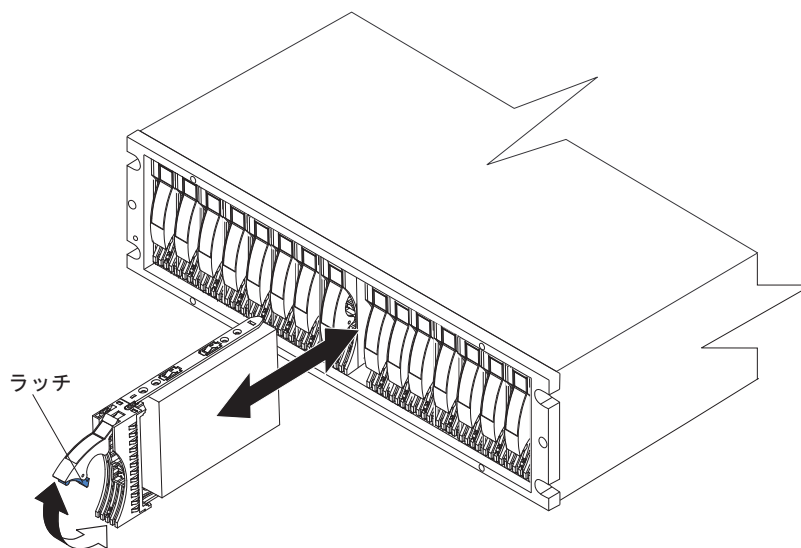

図 23. E-DDM の再取り付け
1. 図 23 に示すように、ハンドルを持ち上げて、トレイ・ハンドルのちょうつがいがストレージ・サブシステム・ベゼルの下のラッチに掛かるまで、E-DDM CRU を注意深く空のベイに押し込みます。